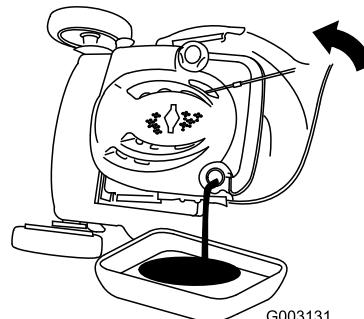

Figura 37
- Inclinate la macchina sul fianco, con il tubo di riempimento dell'olio in basso, per vuotare l'olio usato attraverso il tubo di riempimento in una bacinella di spurgo (Figura 37).